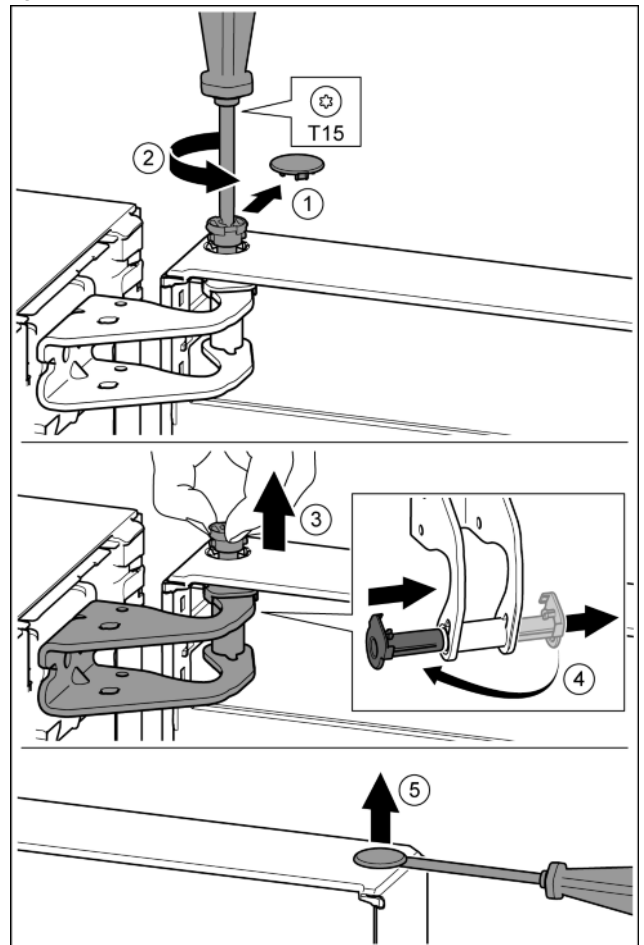

Fig. 9
- ▶ Enlever délicatement le cache de sécurité. *Fig. 9 (1)*
- ▶ Dévisser légèrement le boulon avec un tournevis T15. *Fig. 9 (2)*
- ▶ Tenir fermement la porte et sortir le boulon avec les doigts. *Fig. 9 (3)*
- ▶ Tirer la douille de palier en dehors du guide. La mettre de l'autre côté et l'enclencher. *Fig. 9 (4)*
- ▶ Soulever délicatement le bouchon en dehors de la douille de palier de porte avec un tournevis plat et le sortir. *Fig. 9 (5)*